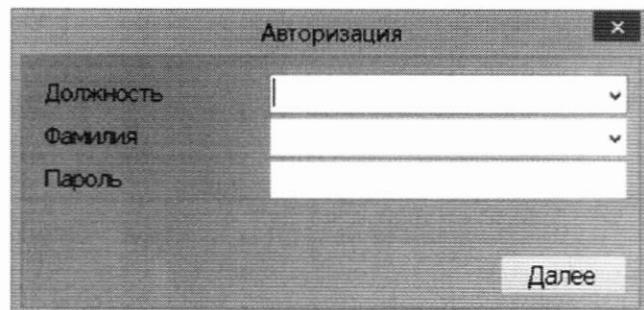

Рисунок 2 - Вид окна «Авторизация»
– после выбора языка на экране консоли откроется диалоговое окно «Авторизация», рисунок 2.